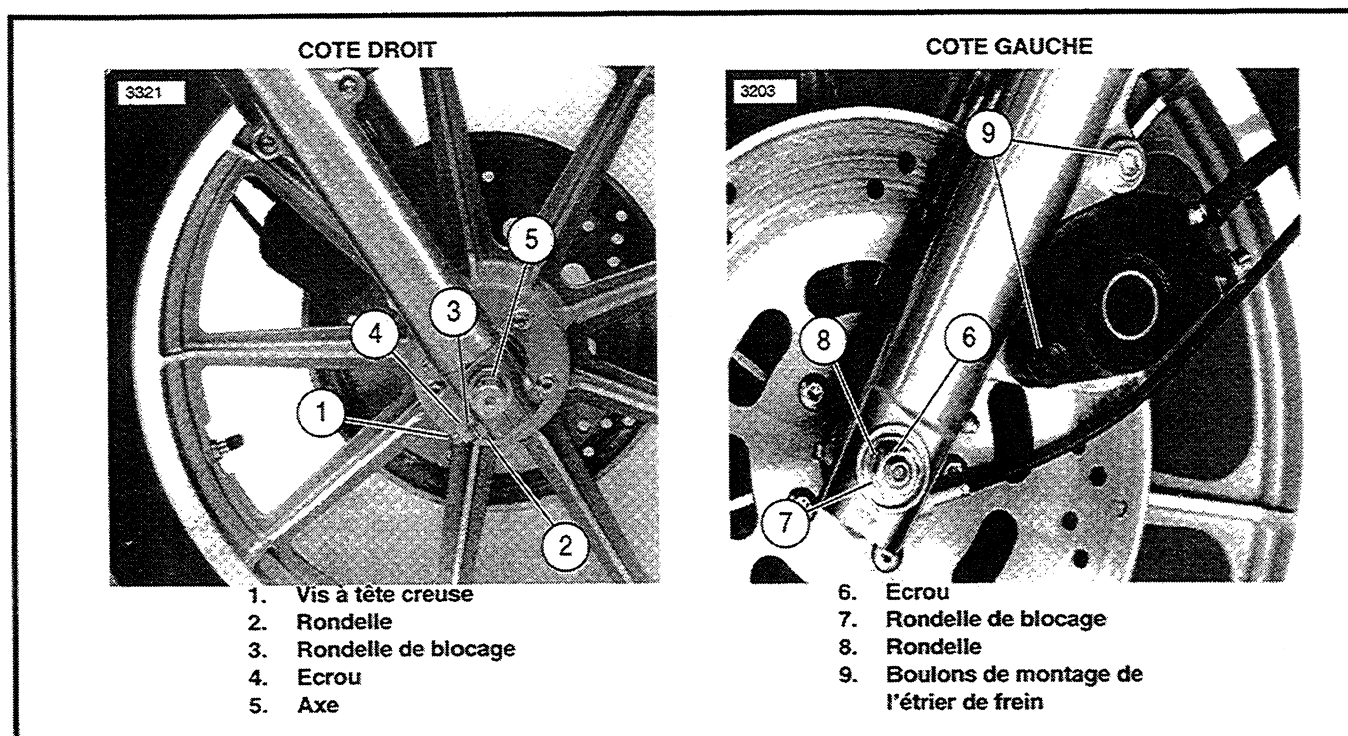

Figure 2-1. Montage de la roue avant
DEPOSE (Figure 2-1)
2. Voir Figure 2-1. Desserrez la vis de bridage (1) et poussez l'axe (5) au travers du bras de fourche droit (côté vis de bridage), de la roue, du joint du mécanisme de l'indicateur de vitesse, du mécanisme de l'indicateur de vitesse et du bras de fourche gauche jusqu'à ce que le rebord de l'axe vienne buter contre l'entretoise de la roue.
3. Enfilez la rondelle plate (8), suivie de la rondelle de blocage (7) sur l'extrémité fileté de l'axe.
4. Installez l'écrou d'axe (6). Introduisez la tige ou le tournevis dans le trou de l'axe. Maintenez cet outil dans l'axe et serrez l'écrou à 50-55 pi-livre (68-75 N.m).
5. Serrez la vis de bridage (1) et l'écrou (4) à 21-27 pi-livre (28-37 N.m). Installez l'étrier de frein. Resserrer les vis de montage de l'étriers de frein (9) à 25-30 pi-livre (34-41 N.m).